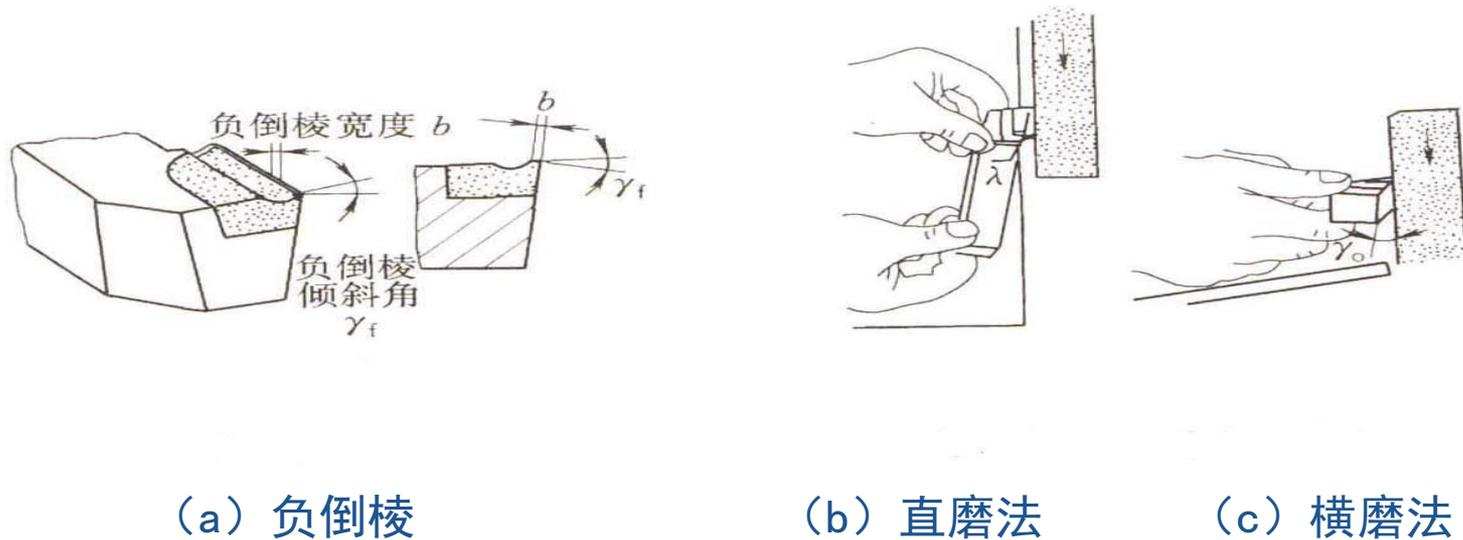

图9-6 负倒棱及磨负倒棱的方法
⑥ 磨负倒棱 刃磨方法如图9-6所示，刃磨时，用力要轻微，车刀要沿主刀刃的后端向刀尖方向摆动。磨削方法有直磨法和横磨法，多用直磨法。负倒棱的宽度一般为进给量的（0.5~0.8）倍，负倒棱倾斜角为（ -5° ~- 10° ）。